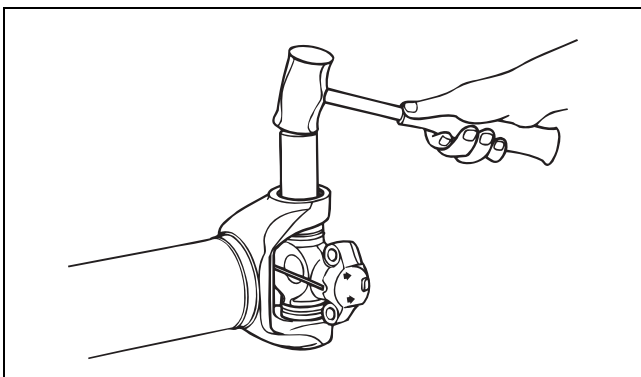

Figure 4
1. Au besoin, veuillez utiliser un maillet de laiton pour frapper le centre de la bague et faciliter le retrait du segment de retenue. Figure 4.